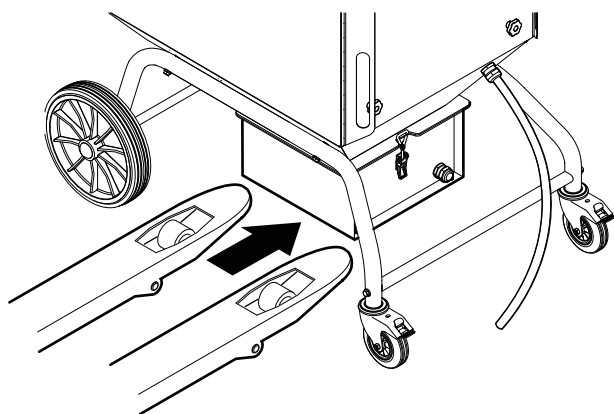

Fig. 26
- Kör in lämplig pallyft under stoftkärlet, se **Fig. 26**.